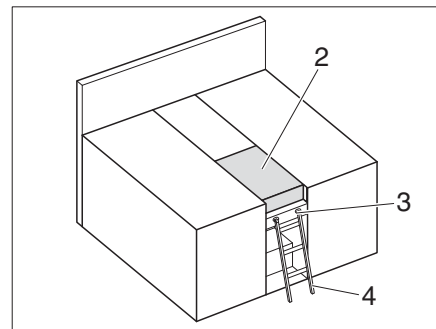

Fig. 160 Cama de matrimonio
- Colocar los cojines adicionales (Fig. 160,2).
Para subir a la litera superior se ha de utilizar la escalera de ascenso equipada de serie (Fig. 160,4).
- Enganchar la escalera de ascenso (Fig. 160,4) con los largueros en el soporte (Fig. 160,3) en el panel.